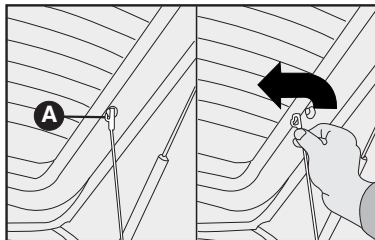

fig. 106
1) Desenganche las extremidades superiores **A-fig. 106** de los dos tirantes, desprendiéndolas de sus pernos.